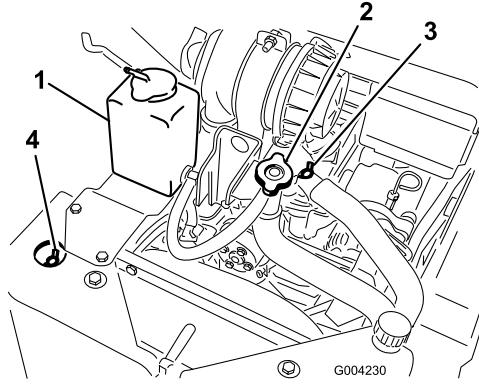

Bild 20
- A. Nehmen Sie den Verschlussdeckel ab (Bild 20).
- B. Öffnen Sie das vordere und obere Entlüftungsventil für das Kühlmittel (Bild 20).
- C. Füllen Sie Kühlmittel in den Einfüllstutzen ein, bis das Kühlmittel aus dem vorderen Entlüftungsventil für das Kühlmittel tritt (Bild 20).
- D. Schließen Sie das vordere Entlüftungsventil für das Kühlmittel (Bild 20).
- E. Füllen Sie Kühlmittel in den Einfüllstutzen ein, bis das Kühlmittel aus dem oberen Entlüftungsventil für das Kühlmittel tritt (Bild 20).
F. Schließen Sie das obere Entlüftungsventil für das Kühlmittel (Bild 20).
G. Füllen Sie Kühlmittel in den Einfüllstutzen, bis der Kühlmittelstand am Einfüllstutzen liegt (Bild 20).
H. Setzen Sie den Verschlussdeckel auf (Bild 20).
I. Füllen Sie Kühlmitteln in das Ausdehnungsgefäß, bis der Stand an die Voll-Linie an der Seite des Behälters liegt (Bild 20).